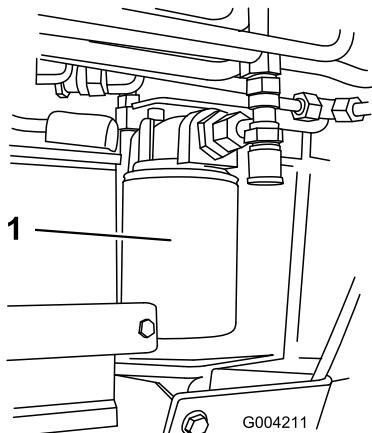

Figura 55
4. Coloque un recipiente debajo del filtro (Figura 55).
5. Retire el filtro usado (Figura 55) y límpie con un paño la superficie de la junta del adaptador del filtro.
7. Instale el filtro hidráulico nuevo en el adaptador del filtro (Figura 55). Apriete el filtro en el sentido de las agujas del reloj hasta que la junta de goma entre en contacto con el adaptador del filtro, luego apriete el filtro 3/4 de vuelta más.